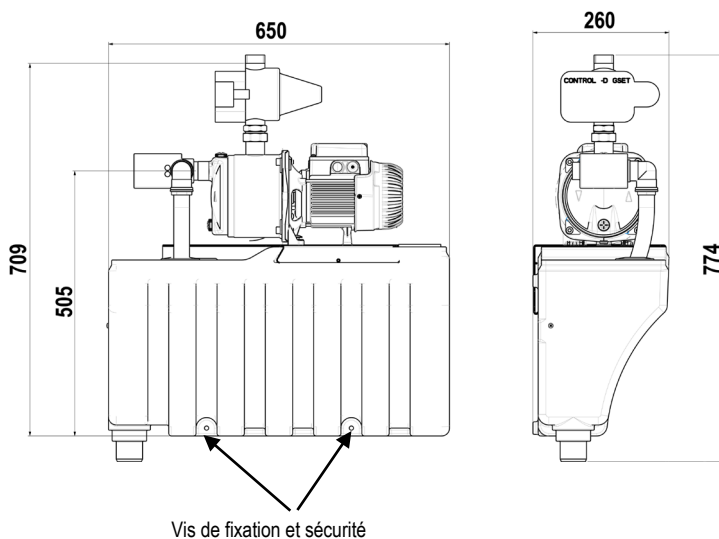
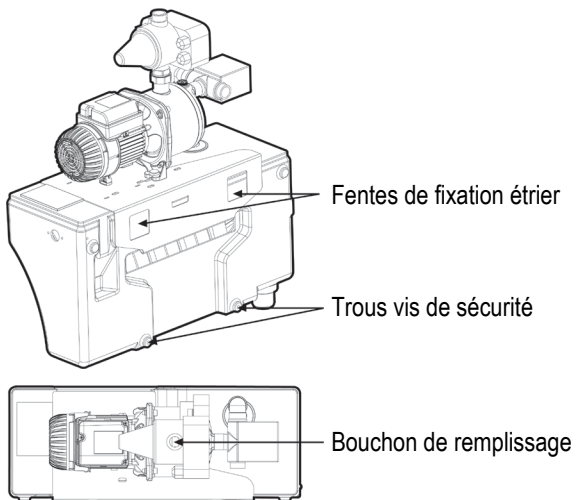

Figure 03
Figure 04
6. Fixer les vis de sécurité voir fig. 03, et fig. 04.
2. Vérifier que la vanne à flotteur est positionnée correctement à l'intérieur du réservoir d'eau de ville (voir fig. 04). Le flotteur doit pouvoir bouger librement.